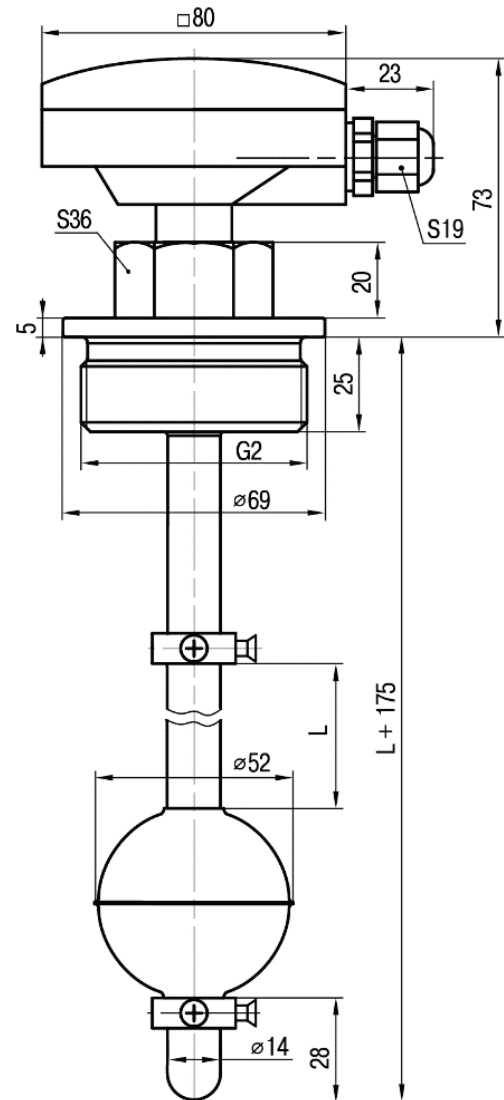

Рисунок 2 – Габаритные и присоединительные размеры
- габаритные и присоединительные размеры на технологическом объекте соответствуют размерам датчика (см. рисунок 2);